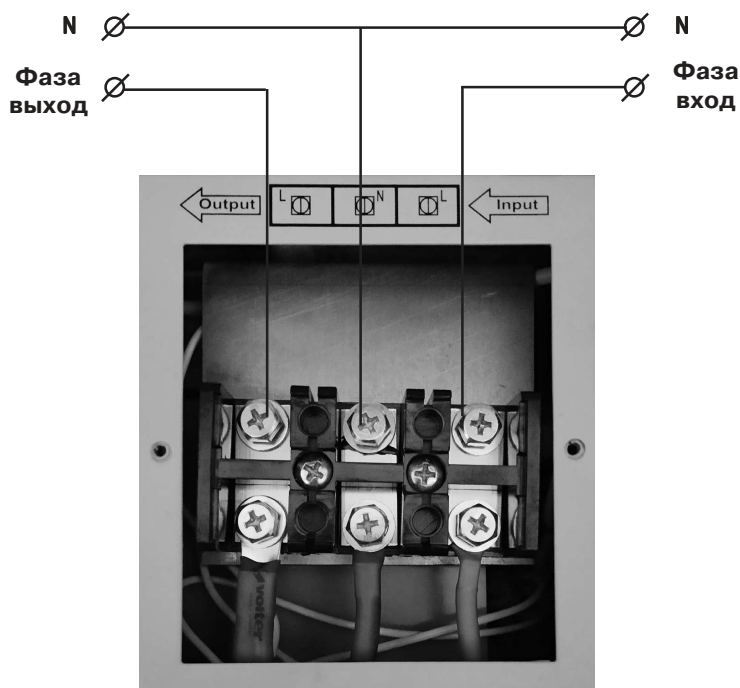

Рис.3. Схема подключения стабилизатора.
Перед установкой и подключением стабилизатора (рис.3) необходимо ознакомиться с его назначением, характеристиками, устройством и принципом действия по п.п.1-5 настоящего руководства.
3. Подключите к клеммнику провода силового ввода и вывода в соответствии с надписями на клеммнике (рис.3). При подключении необходимо обеспечить надежный контакт проводов с зажимами клеммника, а также проверить изоляцию проводов друг от друга. Сечение проводов должно соответствовать токовой нагрузке.